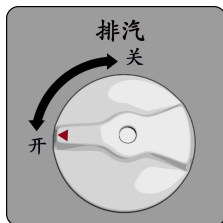

图 17
(1) 灭菌倒计时结束，机器进入需要排气状态。选择常规模式需手动将下排气阀（图 17）开至最大，可使机器快速排气降温。选择自动排气模式待灭菌倒计时结束，机器进入自动排气状态。排气电磁阀自动开启，排气风扇开始工作，若之前已选择快速冷却功能，此时快速冷却风扇也将开始工作，可使机器快速排气降温。